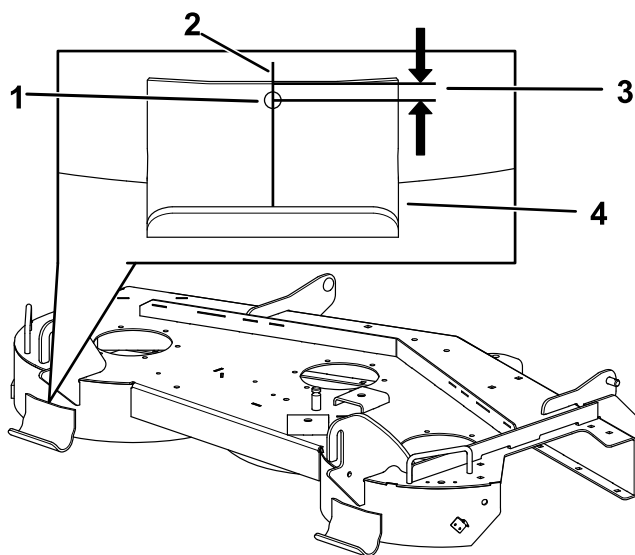

Figura 1
Misurare e marcare 9,5 mm dalla parte superiore del pattino sinistro su una linea centrale (Figura 1).
2. Praticate un foro in corrispondenza del punto marcato utilizzando una punta per trapano da 9/32" (Figura 1).